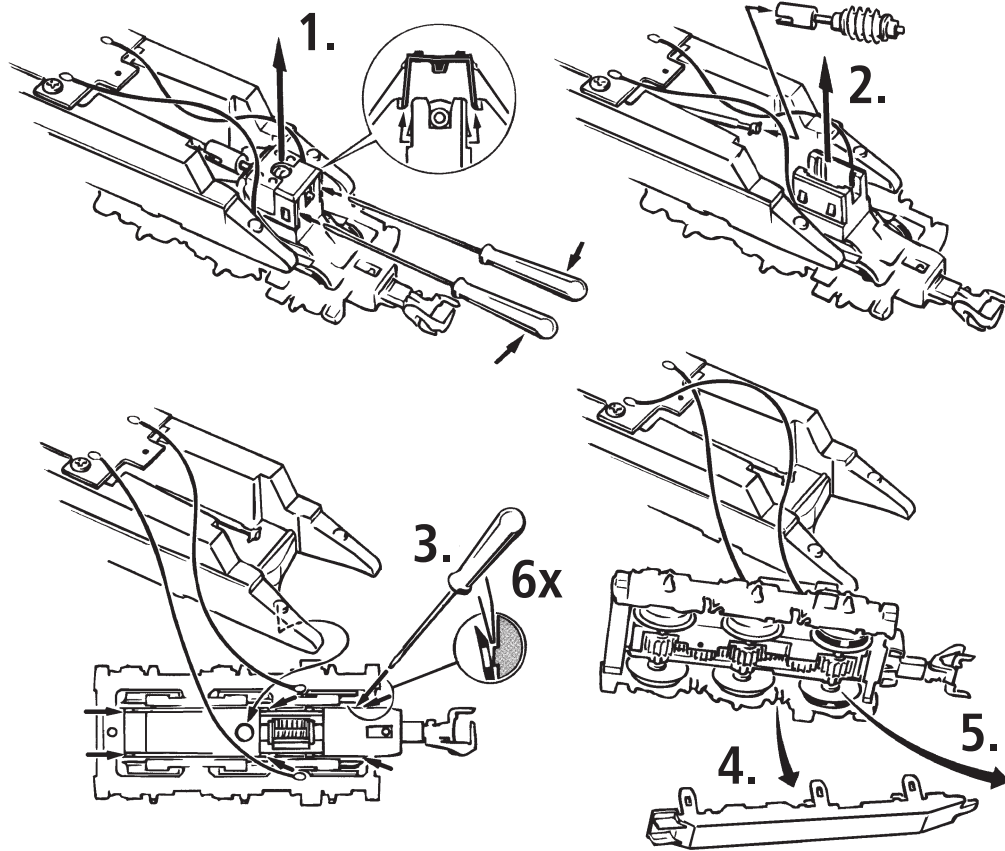

Fig. 8
4. Kohlebürstenwechsel: Lokgehäuse abnehmen (Fig. 2). Danach wird der Motor ausgebaut und die Kohlebürsten ausgewechselt (Fig. 8).
4. Carbon Brush Changing: First remove loco body (fig. 2), and then the motor (fig. 8).